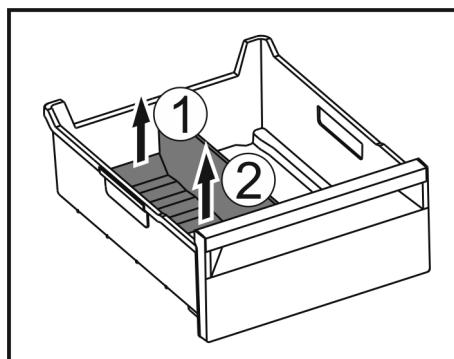

Fig. 104
- ▶ 提升冰格分隔器后部。 Fig. 104 (1)
- ▶ 向上取出冰格分隔器。 Fig. 104 (2)